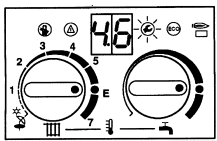

Рис. 53
- После отпущения сервисклавиша высвечивает 5 секунд, напр., "4.6", после этого "00." или "01." и клавиша светится (рис. 53).